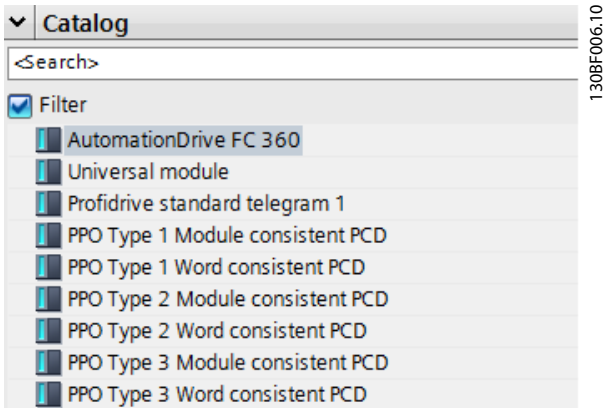

Рисунок 3.5 Импорт GSD-файла и доступ к нему
- Импортируйте GSD-файл FC 360 и откройте его в дереве каталога оборудования, см. Рисунок 3.5.